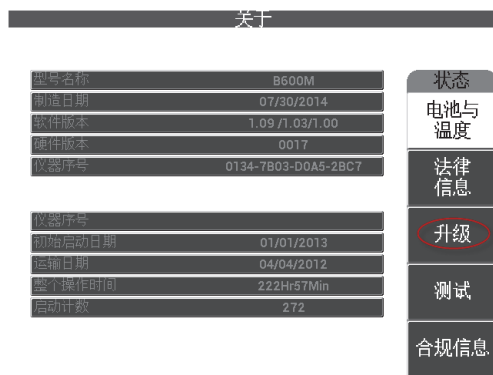

图 7-4 升级菜单
3. 按 **C** 键，选择**升级**菜单（参见第 166 页的图 7-4）。